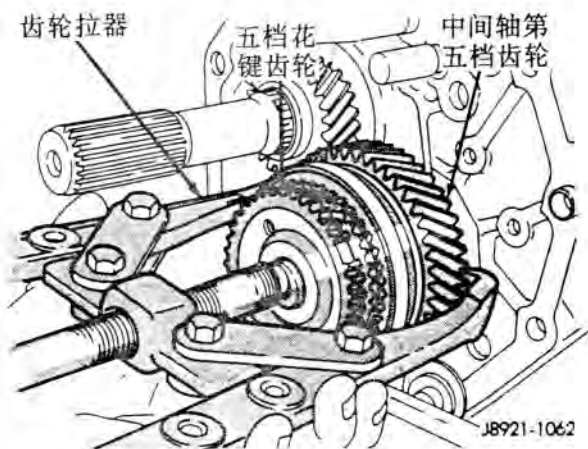

图 30 拆卸五档齿轮总成
(4) 用两爪拉出器拆下五档接合齿圈，同步器和中间轴五档齿轮（图 30）。